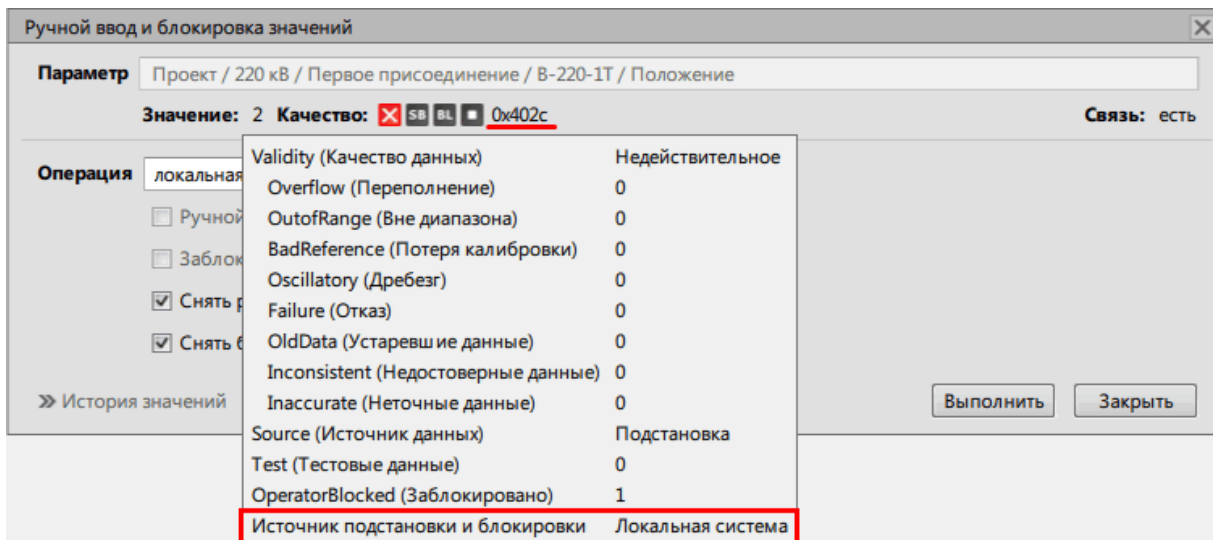

Рисунок 172 - Источник подстанвки и блокировки
1. На основе атрибута качества **Источник подстанции и блокировки** выберите тип операции: «Внешняя система» – «внешняя» операция, «Локальная система» – «локальная» операция (Рисунок 172).